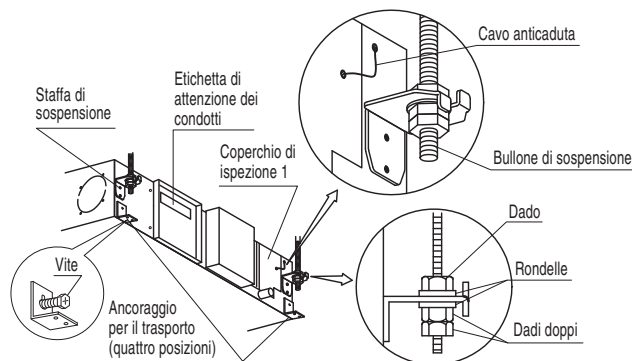

Fig. 4
(1) Installare l'unità temporaneamente.
- Fissare l'anello di sollevamento al bullone di sospensione. Assicurarsi di fissarlo saldamente utilizzando dadi (fornitura locale) e rondelle (M10-W3/8 con diametro esterno da 30 a 34 mm, M12 con diametro esterno da 32 a 37 mm) (fornitura locale) dai lati superiore e inferiore dell'anello di sollevamento. (Fare riferimento alla Fig. 4)
- Non far passare i bulloni di sospensione attraverso la corda sul coperchio di ispezione 1. (Fare riferimento alla Fig. 4)
(2) Rimuovere i quattro ancoraggi di trasporto.